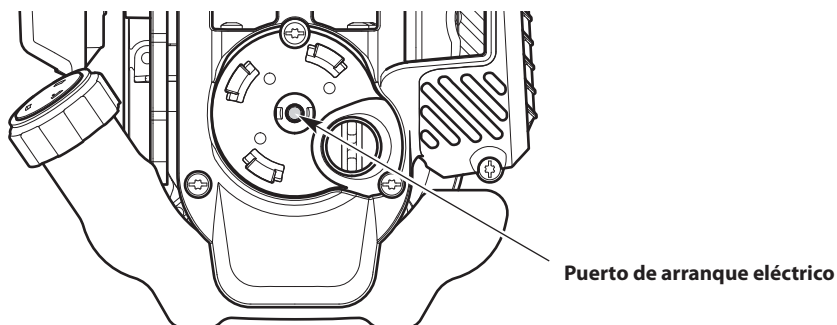

Fig. 16
Algunas unidades se pueden arrancar con un accesorio de arranque eléctrico opcional (los ítems se venden por separado). Las unidades con capacidad de arranque eléctrico tienen una etiqueta que así lo indica e incluyen un puerto de arranque eléctrico (Fig. 16).
3. Inserte el accesorio de arranque eléctrico dentro del orificio de arranque eléctrico (Fig. 16).